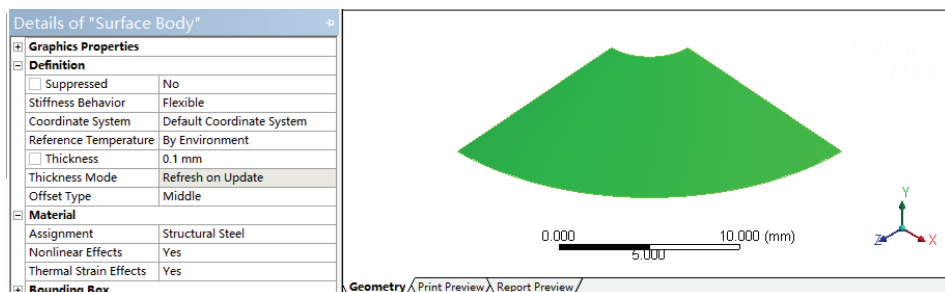

图 11-4 设置 Surface Body 细节
2) 选择 Mechanical 界面左侧 Outline 树结构图中 Geometry 选项下的 Surface Body, 此时即可在 Details of “Surface Body” 细节窗口中给模型添加材料, 如图 11-4 中所示。